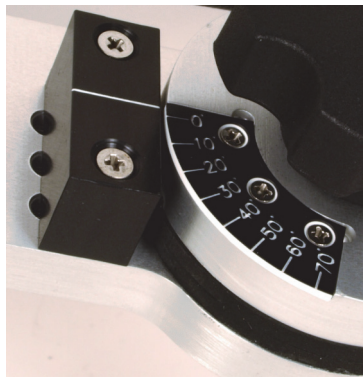

图 2-2 角度标度
2. 使用角度标度设置想要的角度（参见第36页的图 2-2）。